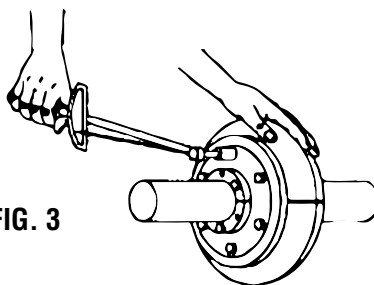

FIG. 3
6. Segure a fenda no elemento elástico fechado conforme mostrado na Fig. 3. Aperte (com os dedos) um ou dois parafusos diretamente opostos à fenda. Usando as duas mãos, amasse o pneu, puxando-o em direção à fenda. Segure a fenda fechada e aperte (com os dedos) os próximos dois parafusos mais distantes da fenda. Repita este procedimento em todos os parafusos do anel de fixação restantes. Reaperte cada parafuso, sucessivamente, com uma chave de torque com o torque especificado na Tabela 2 para parafusos do anel de fixação.